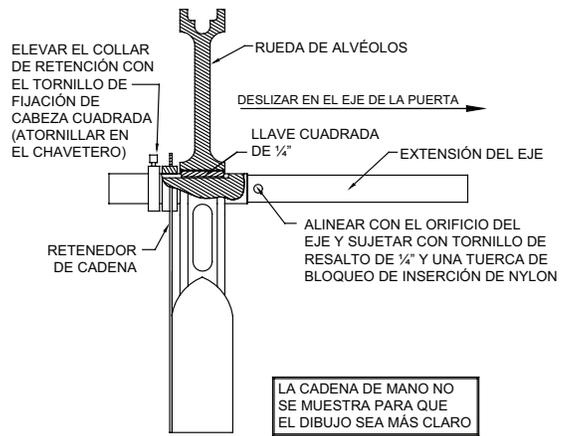

Figura 14
15.1 Operador de accionamiento directo: se pueden instalar polipastos de cadena de accionamiento directo en cualquiera de los lados de la puerta, antes o después de haber colgado la puerta (aunque puede haber limitaciones en relación con el espacio libre disponible). Consulte la Figura 14 para más detalles.